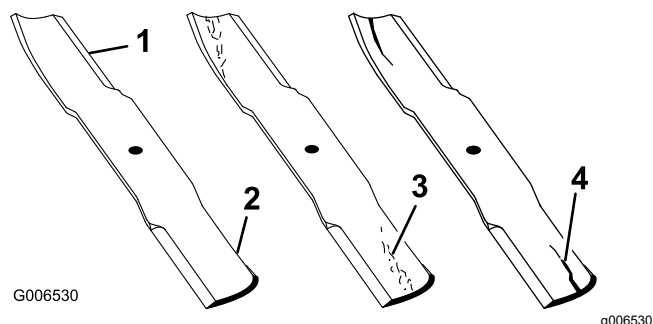

Figura 72
1. Inspectai marginile de tăiere (Figura 72).
4. Dacă observai orice crăpături, urme de uzură sau formarea unei fante în această zonă, instalați imediat o lamă nouă (Figura 72).